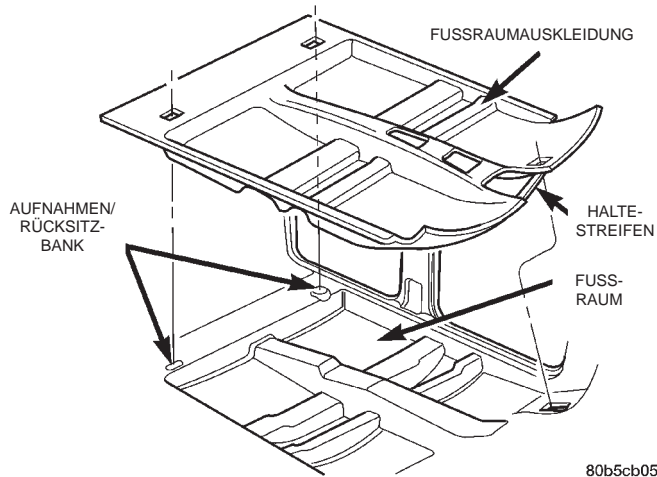

Abb. 27 Fußraumauskleidung
(1) Matten herausnehmen.
(2) Abdeckungen/Schwellerverkleidung abbauen.
(3) Abdeckungen der Seitenverkleidung/Windlauf abbauen.
(4) Vordersitze ausbauen.
(5) Schrauben lösen, mit denen die unteren Verankerungen der Sicherheitsgurte im Fußraum unterhalb der B-Säulenverkleidungen befestigt sind.
(6) Je nach Ausstattung, Mittelkonsole ausbauen.
(7) Sitzpolster der Rücksitzbank ausbauen.
(8) Gaspedalhalterung abbauen.
(9) Befestigungselemente der Fußraumauskleidung lösen.
(10) Fußraumauskleidungs-Haltestreifen hinter der mittleren Abstützung der Instrumententafel abschneiden.
(11) Fußraumauskleidung aus dem Fahrzeug nehmen (Abb. 27).